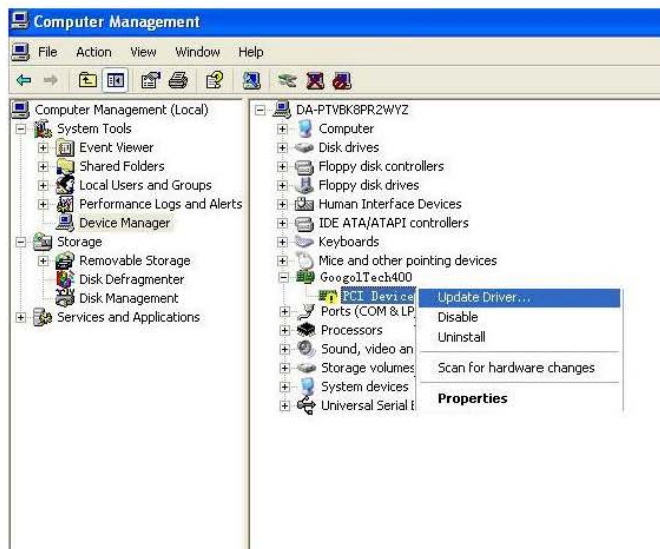

Fig. 2-13
- B. Clique com o botão direito  e Selecione a opção “Atualizar Driver” para exibir a interface mostrada na Fig. 2-13: